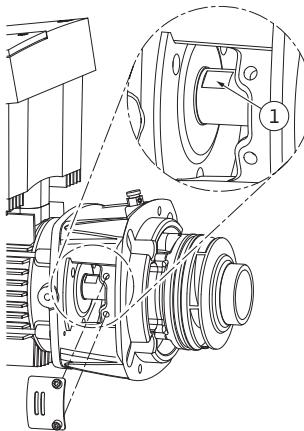

Fig. 54: Površine ključa na vratilu
24. Prilikom montaže radnog kola, viljuškasti ključ, optimalne širine 22 mm, ubaciti u otvor laterne i površinom ključa učvrstiti vratilo (Fig. 54, poz. 1).